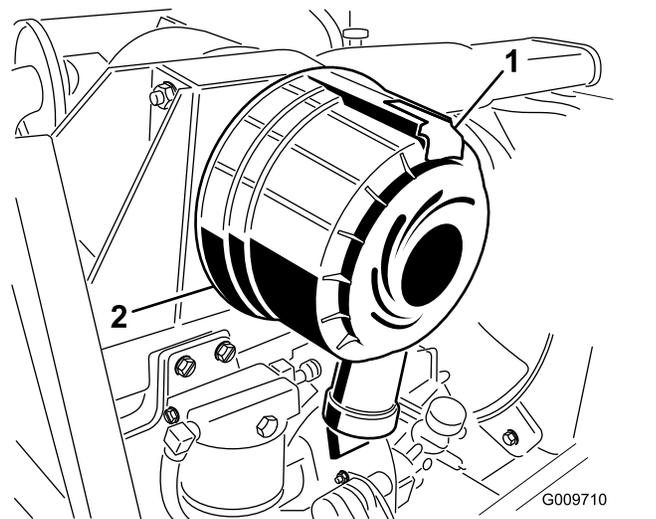

Figura 30
1. Puxe o trinco para fora e rode a cobertura do filtro de ar no sentido contrário ao dos ponteiros do relógio (Figura 30).